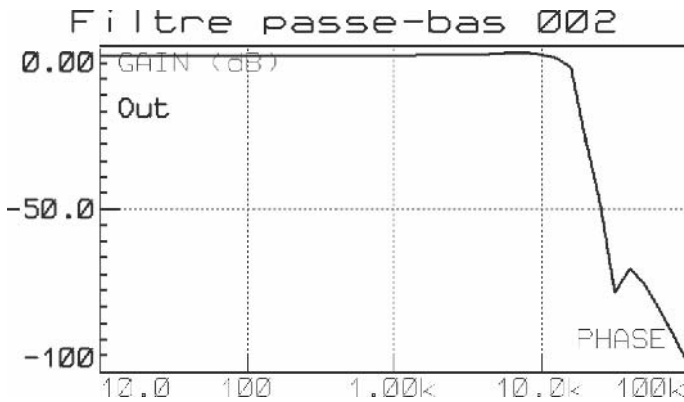

Figure 2.12
**Tentatoo** – Le filtrage numérique permet effectivement d'obtenir une forte pente d'atténuation ayant une très grande précision, et ce avec une grande facilité. Mais nous nous sommes promis de faire au mieux avec des moyens simples, et sans composant spécifique si possible. Voyez la courbe représentant la bande passante obtenue avec ce filtre, en **figure 2.12**. Ce n'est pas si mal, ne trouvez-vous pas ?